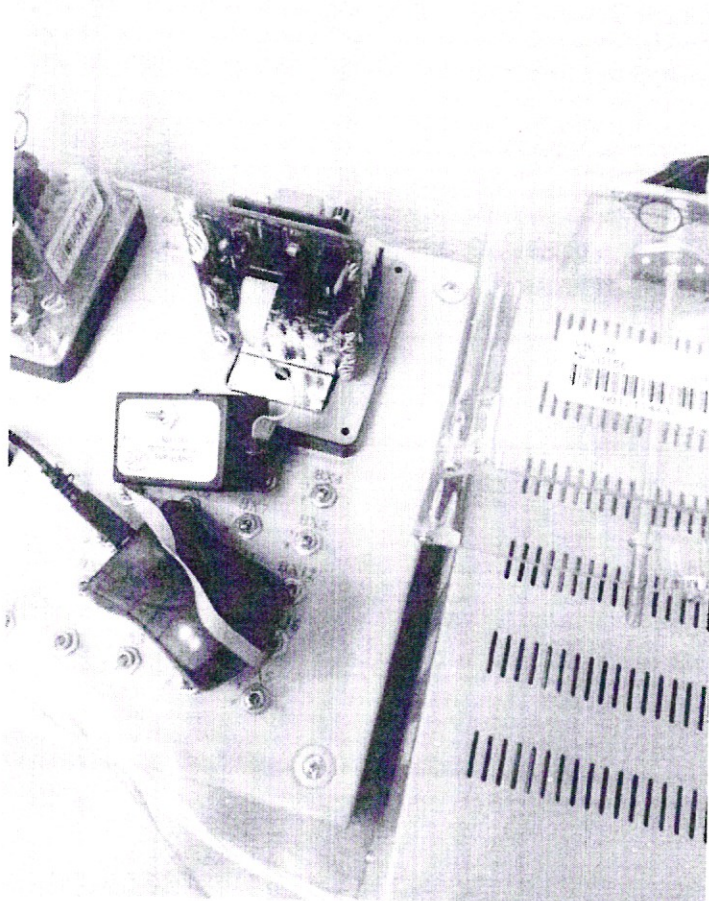

Рисунок 3.1 – Подключение программатора к УВС-М
- подключить шлейф адаптера к разъему X1 блока (рисунок 3.1);